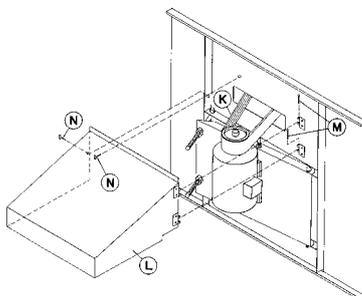

Abb. 19 – Zusammenbau der Motorabdeckung und des Keilriemens
7. Bringen Sie den "Powerband"-Keilriemen **K** auf die Riemenscheibe von Ventilator- und Motorscheiben (siehe Abb. 19). Spannen Sie den Riemen mit den Muttern an den J-Bolzen. Keilriemen nicht überspannen! Die Mitte des Keilriementriebes sollte mit mäßigem Fingerdruck etwa 19 mm nachgeben.
9. Zur Installation der Motorenabdeckung **L** richten Sie die Scharniere aus und setzen Sie die Scharnier-Stifte **M** ein (Abb. 19).